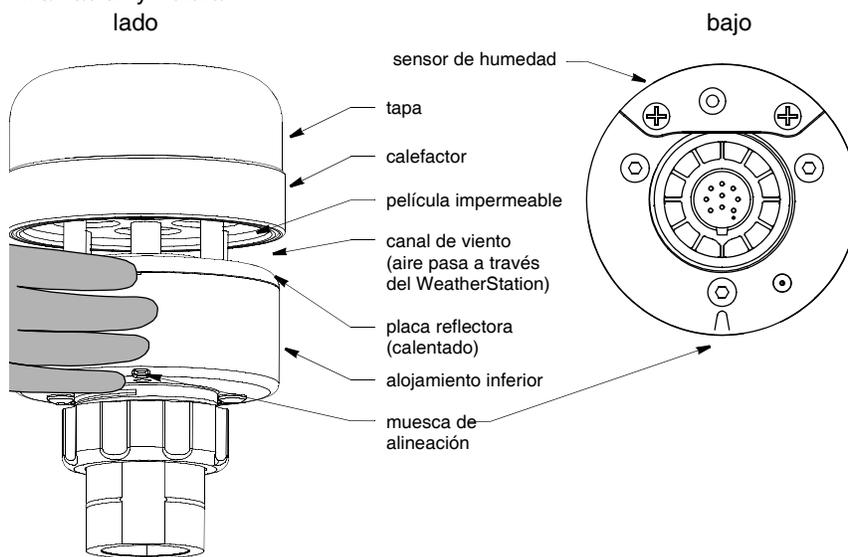

Figura 3. WeatherStation Instrument con calefactor
**PRECAUCIÓN:** La placa reflectora y la película impermeable que se encuentran en el canal de viento del WeatherStation Instrument son esenciales para su funcionamiento (figura 3). Tenga cuidado de no rayarlas, perforarlas o causarles algún tipo de daño.
4. Para obtener una medida correcta de la dirección del viento, asegúrese de situar la muesca de alineación del WeatherStation Instrument de forma correcta. Sujete el alojamiento inferior del WeatherStation Instrument debajo de la placa reflectora y manténgalo en la posición adecuada (figura 3).